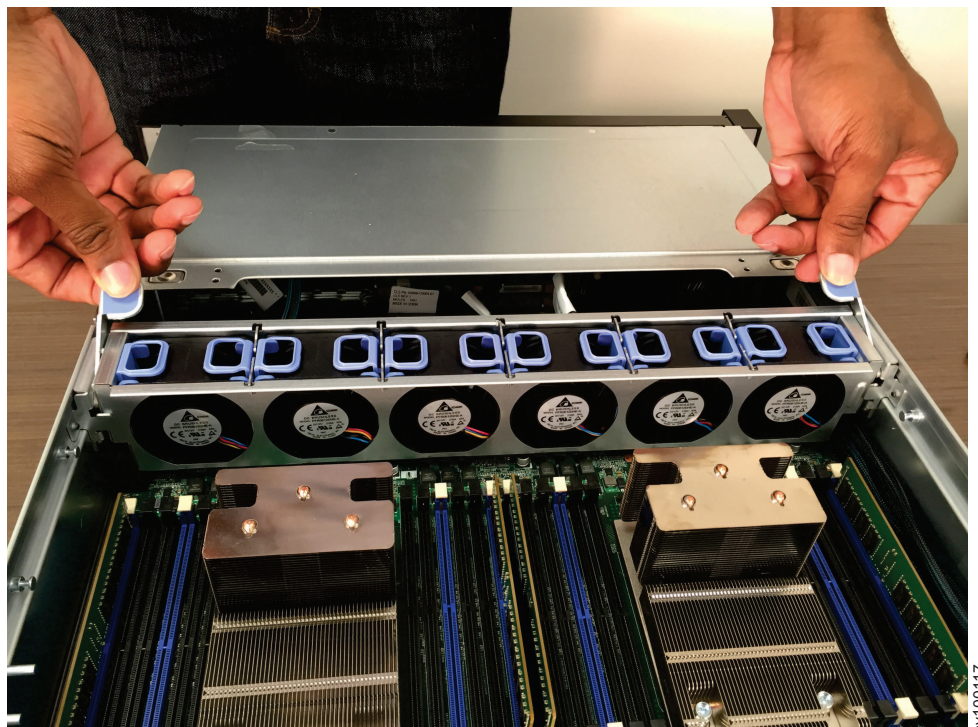

図 287. ファン・ブラケットを所定の位置に押し込む
3. 380 ページの図 287 に示すように、ファン・ブラケットのリリース・レバーがカチッと音がして収まるまで、ブラケットを所定の位置に押し込みます。